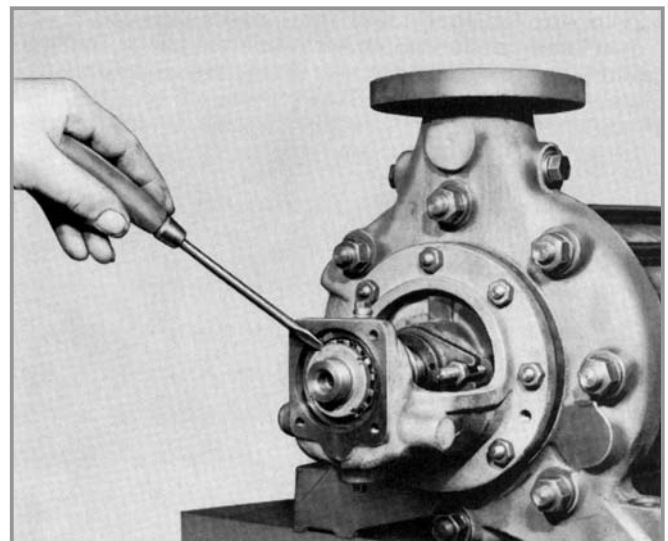

Fig. 31 - Destravamento da porca do mancal
- 03. Com um pino ou a ponta de uma chave de fenda soltar a lingueta da chapa de segurança (931) que trava a porca de mancal (923) (vide Fig. 31).